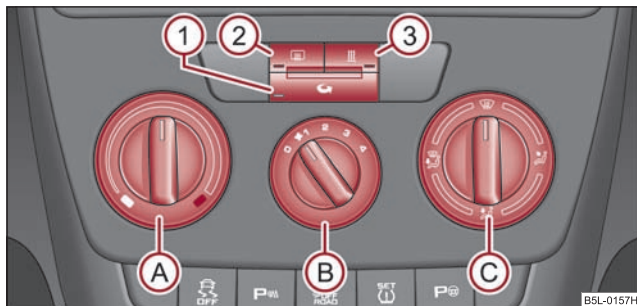

Fig. 137 Calefacción: Elementos de mando
- Gire el regulador giratorio **(A)** ⇒ fig. 137 hacia la derecha para aumentar la temperatura.
⇒ página 112, fig. 137.
⇒ página 112, fig. 137, el servicio de aire circulante se desconectará automáticamente. Pulsando repetidamente la tecla , usted puede conectar de nuevo el servicio de aire circulante también en esta posición.